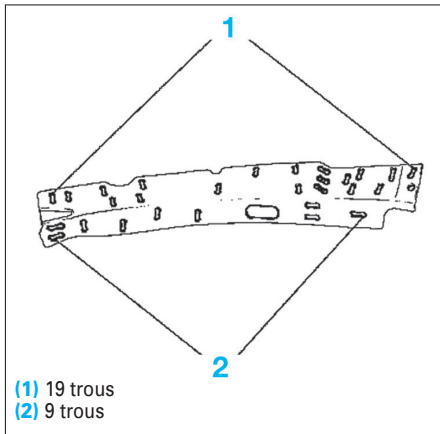

FIG. 14
• Préparer le renfort de longeron (trous oblongs : 8 x 24 mm) (Fig.14).